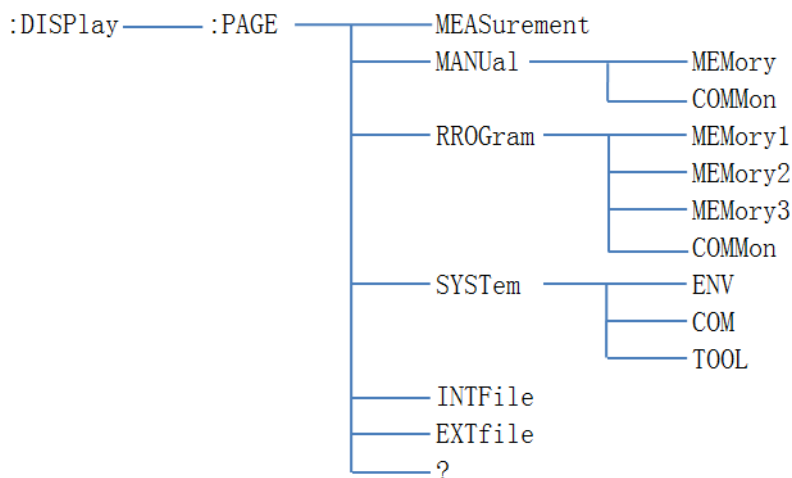

图 6-5 子系统命令树状图
- 2) 子系统命令执行规定仪器功能。他们被组织成一个根在顶部的颠倒的树结构。下图展示了一个子系统命令树的一部分，由此你可以获得不同路径的命令。部分命令树如图 6-5 所示。